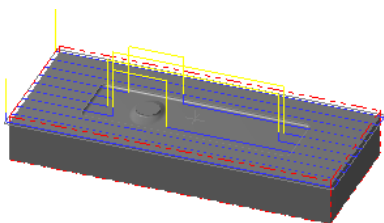
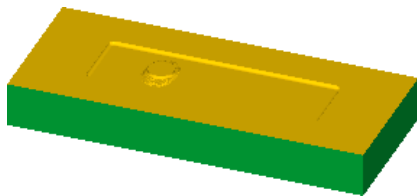

图 7.28 刀具路径
图 7.29 仿真结果
(3) 设置刀具参数。单击“定义刀具-机床群组-1”对话框中的 **参数** 选项卡，在 **进给率** 文本框中输入值 500.0，在 **下刀速率** 文本框中输入值 300.0，在 **提刀速率** 文本框中输入值 1000.0，在 **主轴转速** 文本框中输入值 1500.0。
(4) 设置冷却方式。在 **参数** 选项卡中单击 **Coolant...** 按钮，系统弹出“Coolant...”对话框，在 **Flood** (切削液) 下拉列表中选择 **On** 选项。单击该对话框中的 **✓** 按钮，关闭“Coolant...”对话框。
(5) 单击“定义刀具-机床群组-1”对话框中的 **✓** 按钮，完成刀具参数的设置。
Step8. 单击“曲面精加工平行铣削”对话框中的 **✓** 按钮，同时在图形区生成图 7.28 所示的刀具路径。
(1) 在 **刀具路径管理器** 选项卡中单击 **✓** 按钮，然后单击“验证已选择的操作”按钮 ，系统弹出“Mastercam Simulator”对话框。
(2) 在“Mastercam Simulator”对话框中单击 **▶** 按钮，系统将开始进行实体切削仿真，结果如图 7.29 所示。